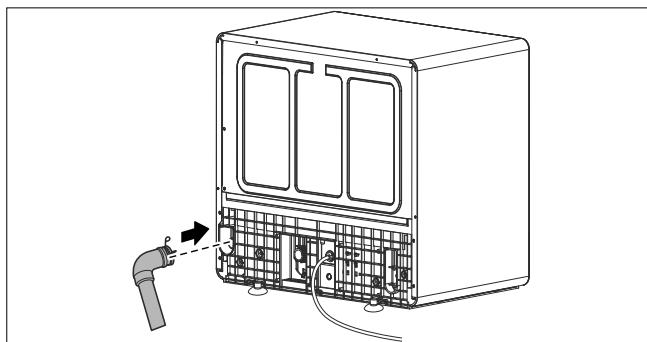

Fig. 13 – Conexión para la salida de agua
Inserte la manguera de desagüe de agua con la conexión para el desagüe de agua (10) en la parte posterior del aparato y fíjela con la abrazadera (véase Fig. 13).